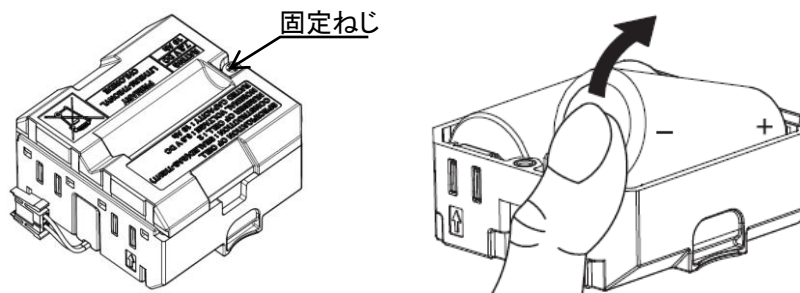

図4 電池の取り外し方法
1. 図4のように、バッテリーケース用の固定ねじ(1箇所)を緩めてバッテリーケースを開けます。※ねじは脱落防止のため、蓋からは外れない構造になっています。